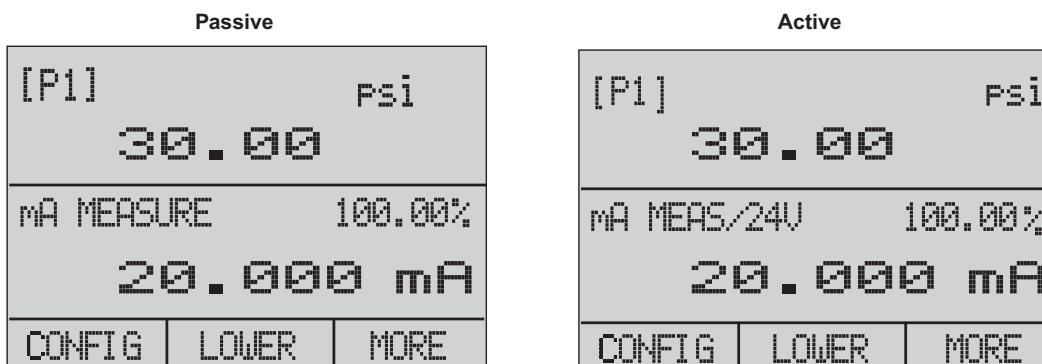

Figura 25. Pantallas pasiva y activa
2. De forma activa: el Producto proporciona una alimentación de bucle de 24 V CC a la UUT para alimentar el dispositivo mientras leer la señal 4... 20 mA. Consulte la figura 25.